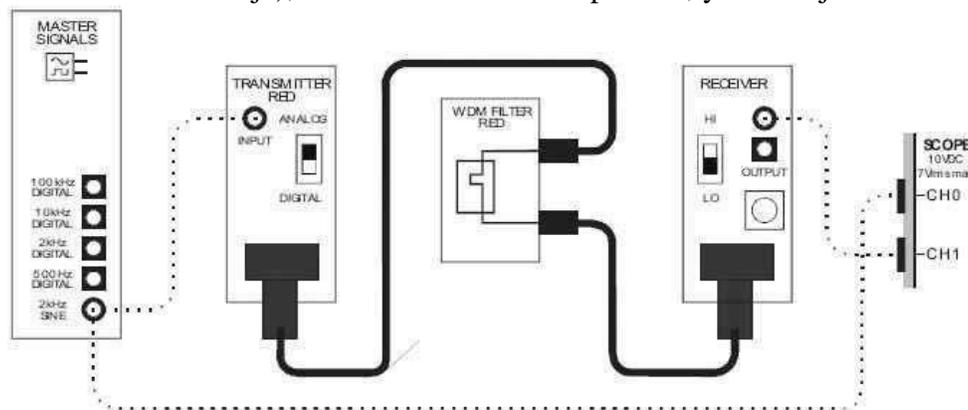

Figura 2
- Conectar el filtro WDM rojo, como se muestra en la Figura 2. Utilice conductores ópticos con menores pérdidas.